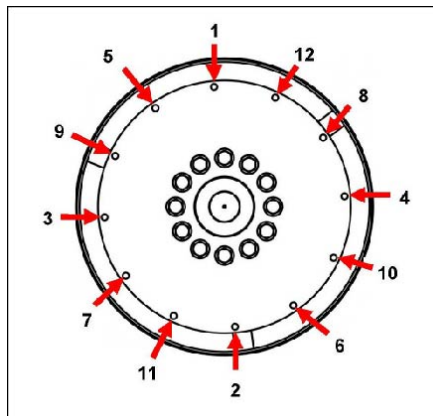

FIGURA 11. SEQUENZA DI FISSAGGIO
10. Rimuovere i perni di allineamento. Montare i bulloni di accoppiamento utilizzando rondelle di tipo adeguato da sistemare sotto le teste dei medesimi. Serrare i bulloni che fissano il disco di accoppiamento al volano, nella sequenza indicata in Figura 11 a pagina 27.